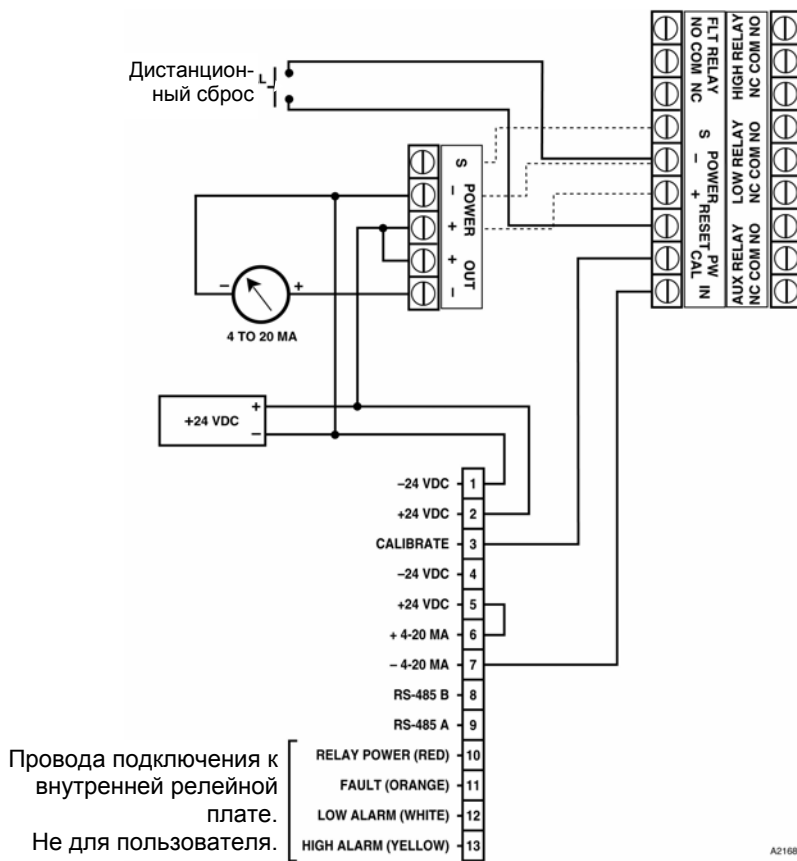

Рис. 10. Типовая схема подключения контроллера U9500 с газоанализатором PIRECL и неизолированным токовым выходом.
- Рисунок 10 — Типовая система для контроллера с газоанализатором горючих газов PIRECL Eclipse и неизолированным токовым выходом.